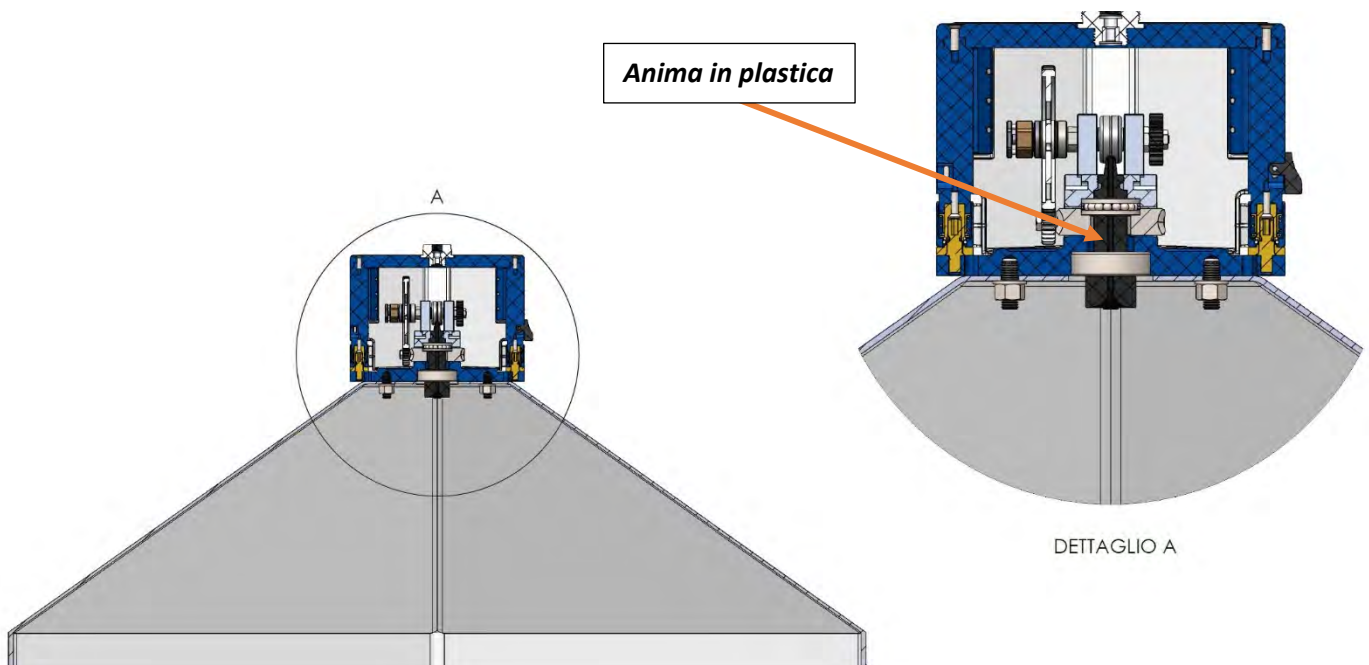

Figura 11
L'esecuzione di un foro di diametro inferiore a quanto indicato può compromettere il funzionamento del dispositivo, poiché non consentirebbe la corretta rotazione dell'anima in plastica nella quale scorre il filo. Figura 11.
5. Infine, fissare il Twister riavvitando i dadi. Assicurarsi il corretto posizionamento delle rondelle. Figura 11.